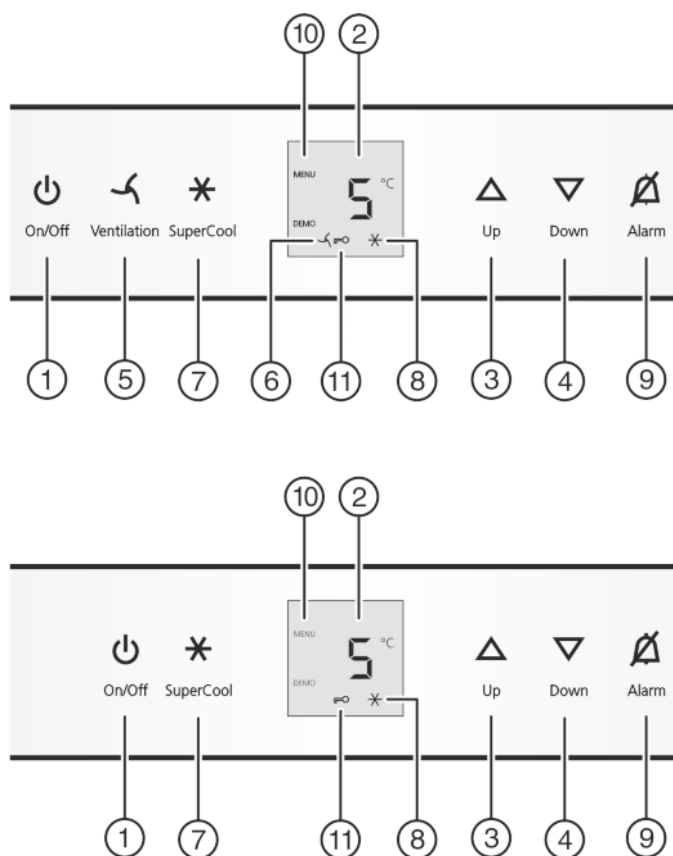

Fig. 2
- ▶ нажмите кнопку On/Off Fig. 2 (1).
- ▶ Активация режима настройки: удерживайте кнопку SuperCool Fig. 2 (7) прим. 5 с.
- ▶ Коротко нажмите кнопку SuperCool Fig. 2 (7) для подтверждения. На индикации появляется **cl**.
- ▶ Для включения защиты от детей коротко нажмите клавишу SuperCool Fig. 2 (7).
- ▷ Символ "Защита от детей" Fig. 2 (11) горит. На индикации мигает **c**. На индикации появляется **cl0**.
- ▶ Для выключения защиты от детей коротко нажмите клавишу SuperCool Fig. 2 (7).
- ▷ Символ защиты от детей Fig. 2 (11) гаснет. На индикации мигает **c**.
- ▶ Выход из режима настройки: нажмите кнопку On/Off Fig. 2 (1).
- ▶ Нажмите кнопку Alarm Fig. 2 (9).
- ▶ Установка более высокой температуры: нажмите кнопку настройки Up Fig. 2 (3).
- ▶ Установка более низкой температуры: нажмите кнопку настройки Down Fig. 2 (4).
- ▶ Коротко нажмите кнопку SuperCool Fig. 2 (7).
- ▷ На индикации горит символ SuperCool Fig. 2 (8).
- ▷ Символ SuperCool Fig. 2 (8) на индикации гаснет.